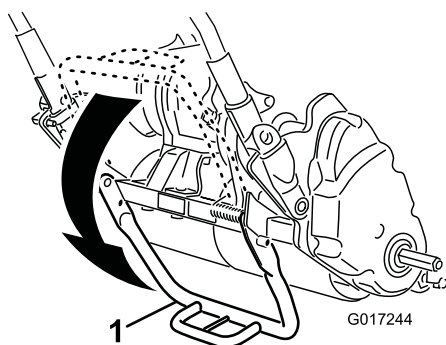

Figura 17
1. Baje el caballete con el pie, y tire hacia arriba del manillar hasta que el caballete haya girado hacia delante, pasando el centro del arco (Figura 17).